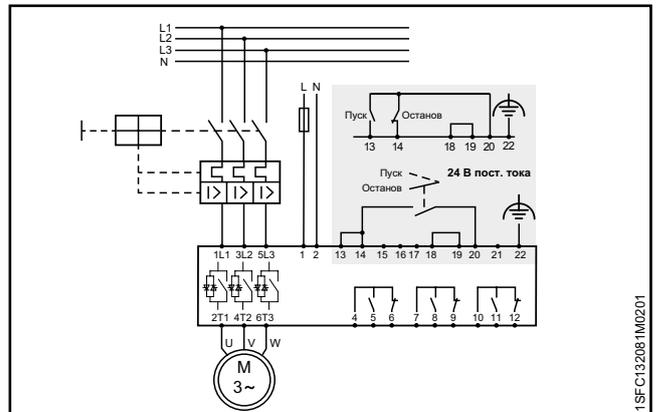

Рис. 2.6
- Подключите контакты 4, 5, 6, 7, 8, 9, 10, 11 и 12 для использования реле выходных сигналов. Это «сухие» контакты, рассчитанные на напряжение, не превышающее 250 В переменного тока, 1,5 А (AC-15) и 30 В постоянного тока, 5 А (DC-12). См. **Рис. 2.6**.